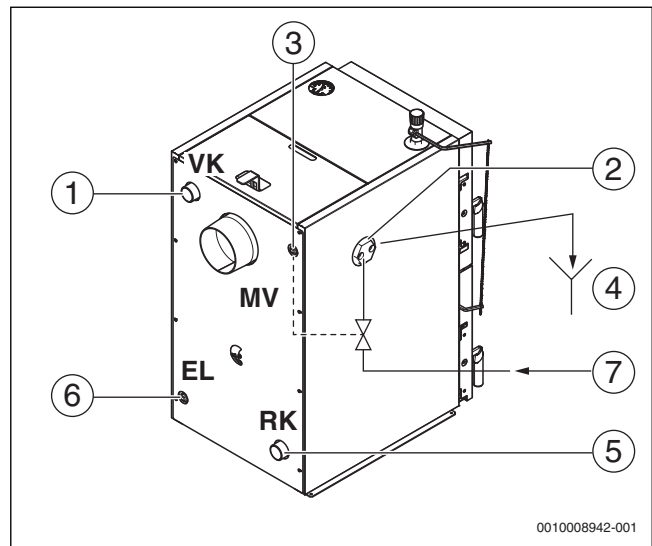

Bild 17 Sicherheitswärmetauscher anschließen
Der Kessel ist nicht mit einem Sicherheitswärmetauscher (Kühlschleife) ausgestattet. Der Sicherheitswärmetauscher ist Zubehör. Der korrekte Anschluss ist in Bild 17 dargestellt.
Vor- und Rücklauf des Sicherheitswärmetauschers sind frei wählbar. Der Kühlwasserablauf muss über einen Abfluss abgeleitet werden (→ Bild 17, [4 und 7]).
- ▶ Tauchhülse (Lieferumfang der Ablaufsicherung) für den Fühler der thermischen Ablaufsicherung (→ Bild 17, [3]) montieren.